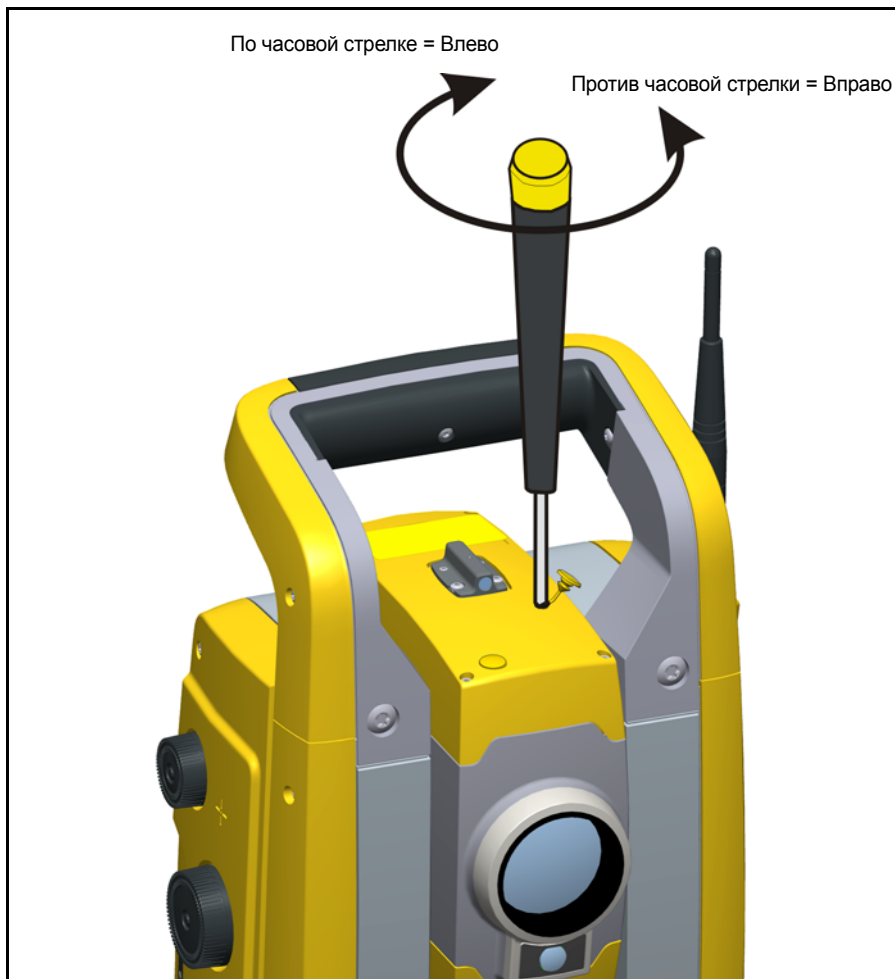

Рис. 4.21. Юстировка горизонтального положения
3. Для корректировки горизонтального положения лазерного пятна вставьте шестигранный ключ в юстировочный порт горизонтального указателя и поверните, как показано на Рис. 4.21.